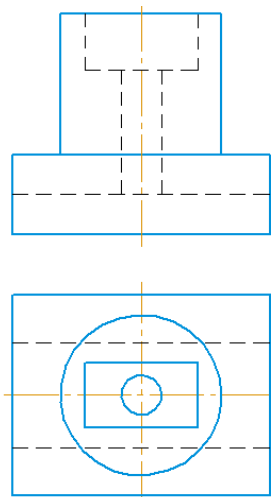

Рис. 5.3. Исходные изображения внешних и внутренних форм предмета
3. После этого можно начать вычерчивание заданных двух видов, перейдя на инструментальную панель «Геометрия», и формируя контуры изображений командами: «Отрезок», «Окружность», «Дуга», «Фаска», «Прямоугольник» и т. п. Заданные виды вычерчиваются в проекционной связи друг с другом, применяя разные стили линий в соответствующих частях изображений, как показано на рис. 5.3.